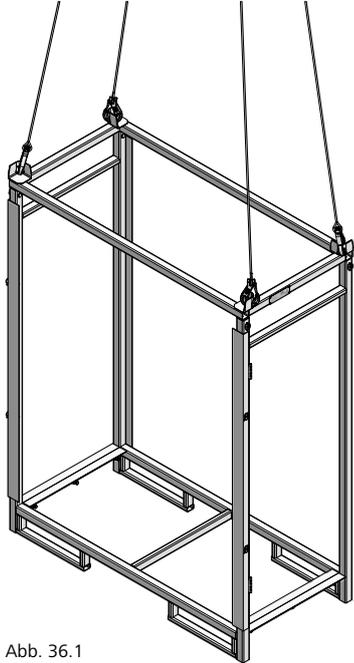

Abb. 36.1
- Transport mit dem Kran. Hierbei ist darauf zu achten, dass der Aufenthalt von Personen im Gefahrenbereich der Last unbedingt zu vermeiden ist. Es sind nur Gehänge mit Anschlagketten zu verwenden. Des Weiteren müssen die Anschlagketten im Aufhängeglied frei beweglich sein, der Haken muss eine Sicherung gegen unbeabsichtigtes Aushängen besitzen (Abb. 36.1).